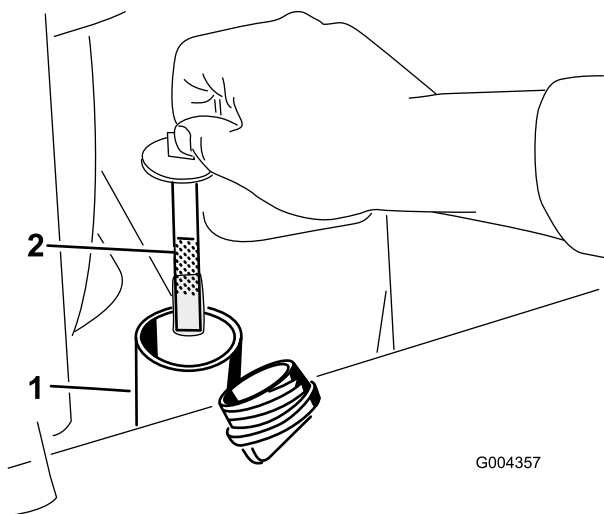

Bild 60
6. Nehmen Sie den Deckel des Füllstutzens ab und prüfen Sie den Ölstand am Peilstab (Bild 60).